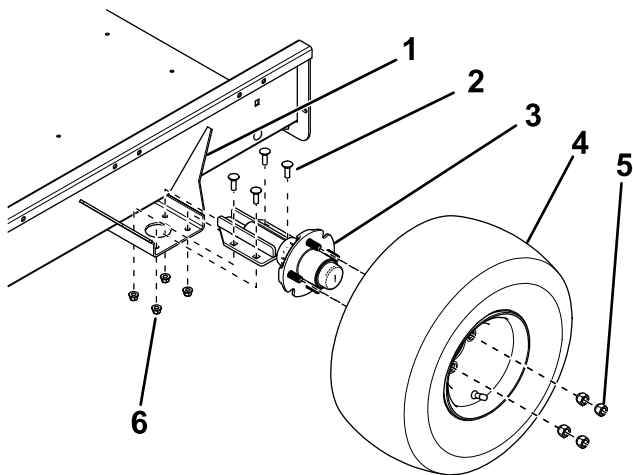

Figura 2
2. Utilizando os quatro parafusos da carroçaria e as quatro porcas de bloqueio, monte um eixo no lado superior dos suportes de montagem em cada lado da plataforma do reboque como mostrado em Figura 2
3. Monte um conjunto de roda em cada cubo de eixo com quatro porcas de roda (Figura 2) e
3. Ajuste a posição dos suportes de montagem do eixo de modo a que a distância centro a centro frontal seja de aproximadamente 3 mm menos do que a distância centro a centro traseira (Figura 2).